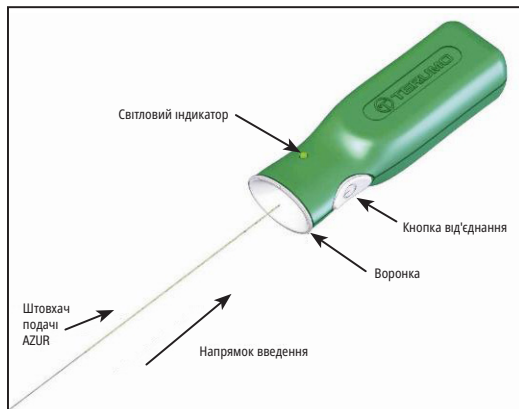

Рисунок 2 — Контролер від'єднання AZUR
14. Перед використанням виробу вийміть проксимальний кінець штовхача подачі із пакувального обруча. Будьте обережні, щоб уникнути забруднення цього кінця штовхача подачі сторонніми речовинами, як-от кров або контраст. Щільно вставте проксимальний кінець штовхача подачі в секцію воронки контролера від'єднання AZUR. Див. Рисунок 2. **Не натискайте при цьому кнопку від'єднання.**
34. З'єднайте проксимальний кінець штовхача подачі з контролером від'єднання AZUR, щільно вставивши проксимальний кінець штовхача подачі в секцію воронки контролера від'єднання AZUR. Див. Рисунок 2.